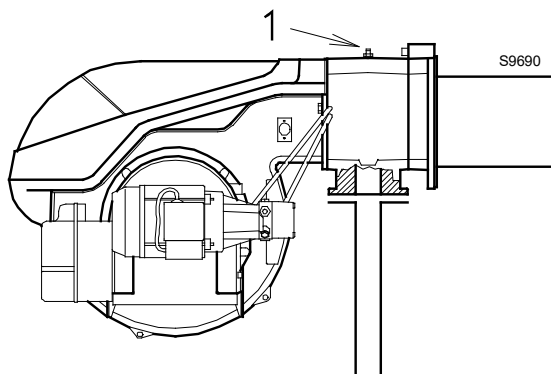

Fig. 26
Presión del gas en la toma 1)(Fig. 26 en pág. 25), con:
- restar a la presión del gas en la toma 1)(Fig. 26 en pág. 25) la presión de la cámara de combustión.
Presión del gas en la toma 1)(Fig. 26) = 11,2 mbar
En cambio, para conocer la presión del gas necesaria en la toma 1)(Fig. 26), una vez decidida la potencia a la que se desea que funcione el quemador en 2ª llama:
- Leer a la derecha, columna 1, la presión en la toma 1)(Fig. 26).
presión necesaria para la toma 1)(Fig. 26).